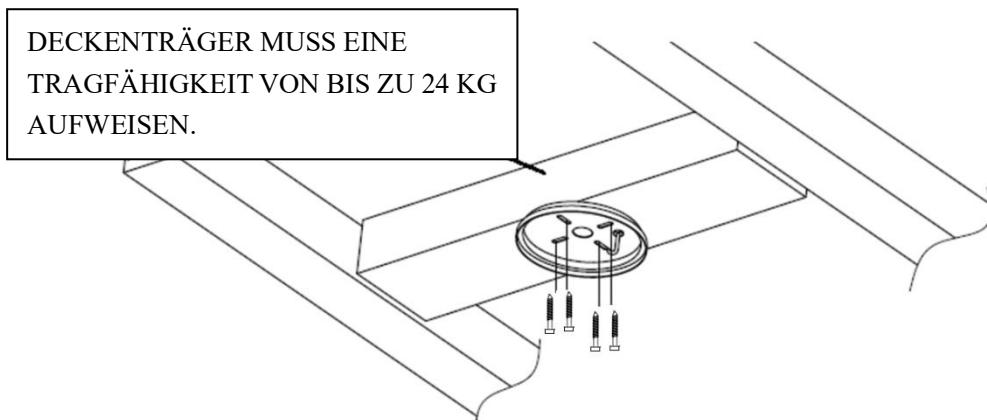

Abb. 2
- Fixieren Sie mithilfe der vier mitgelieferten langen Schrauben die Halterung an einem Deckenbalken oder einem Deckenträger, der mindestens eine Last von 24 kg tragen kann. Stellen Sie sicher, dass mindestens 30 mm der Schraube in die Halterung eingeschraubt sind. (Abb. 2)